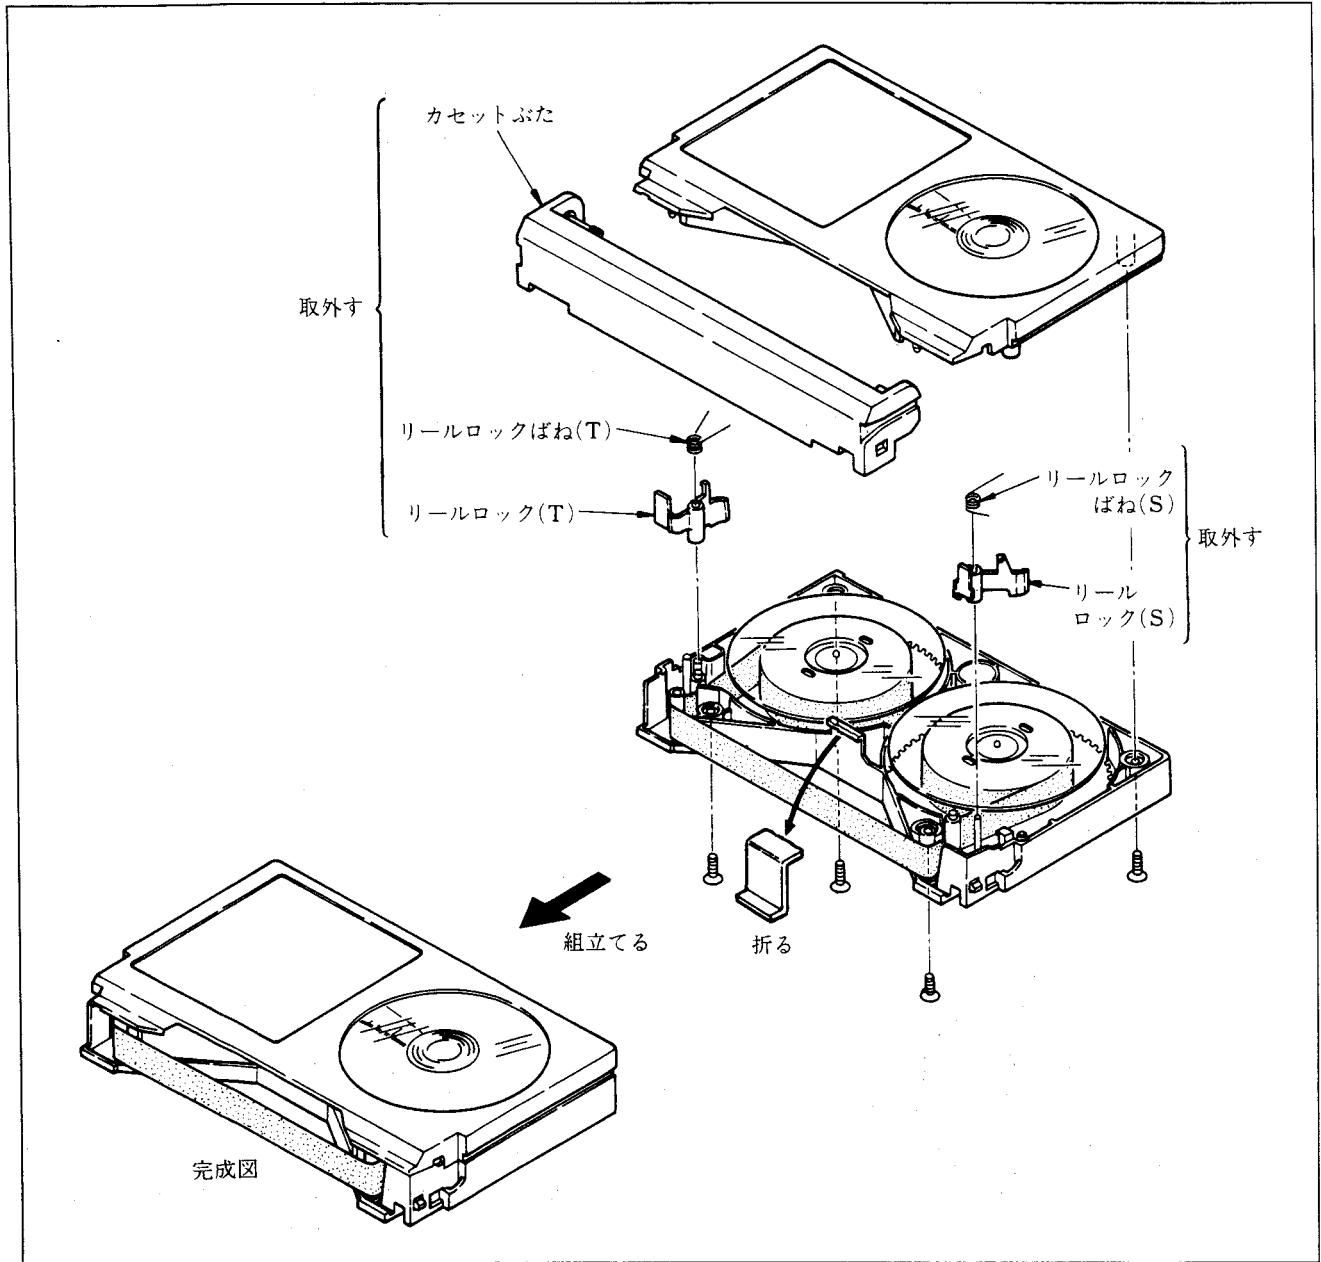
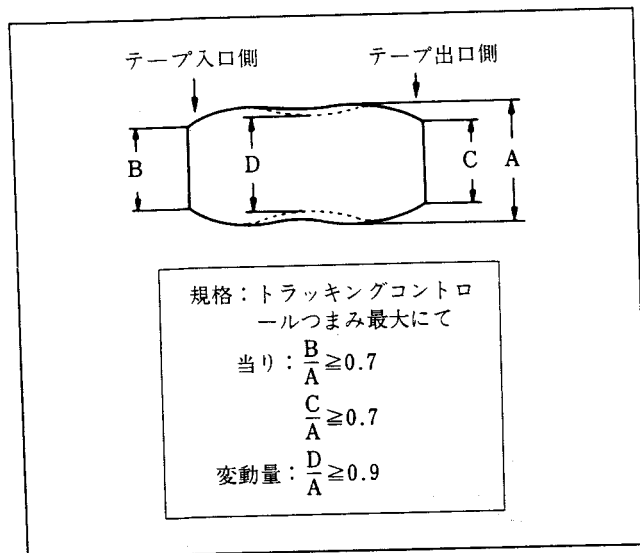

図4-1.
図4-2.
- 1) アライメントテープのカセットぶたを図4-1.に従って取外す。
- 3) オシロスコープの接続は1ch：CN11③ピン(RY-5基板)、外部トリガー：CN11①ピン(RY-5基板)
- 5) オシロスコープのRF出力波形が平坦であり、かつ振幅が最大であることを確認する。(トラッキングつまみを左右に回して平坦のまま増減すること。)また、波形が最大するとき、RF出力波形の変動及び当りが図4-2.に示す規格を満足していることを確認する。規格を満たさないときは手順6)に従う。